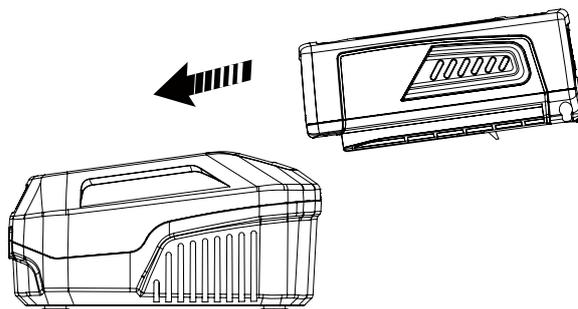

Рис.10
2) Сначала подключите зарядное устройство, индикатор на зарядном устройстве должен быть красным. Затем вставьте аккумуляторную батарею в зарядное устройство, пока она не встанет на место со щелчком, и индикатор на зарядном устройстве не изменит цвет с красного на зеленый, а индикатор батареи не начнет мигать, указывая на зарядку. (См. Рис.10)